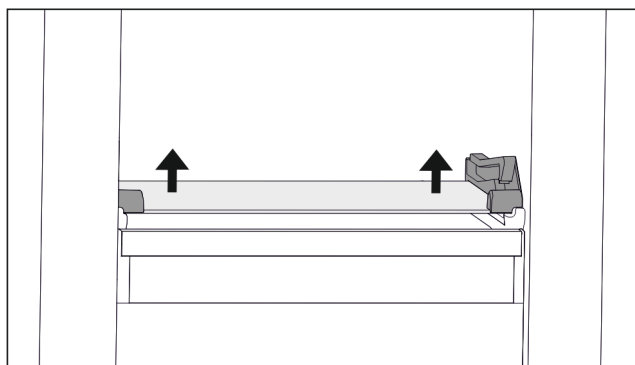

Fig. 108 Glassplate på nedvippbar skuff
- Trykk opp glassplaten nedenfra på begge sider. (se Fig. 108)